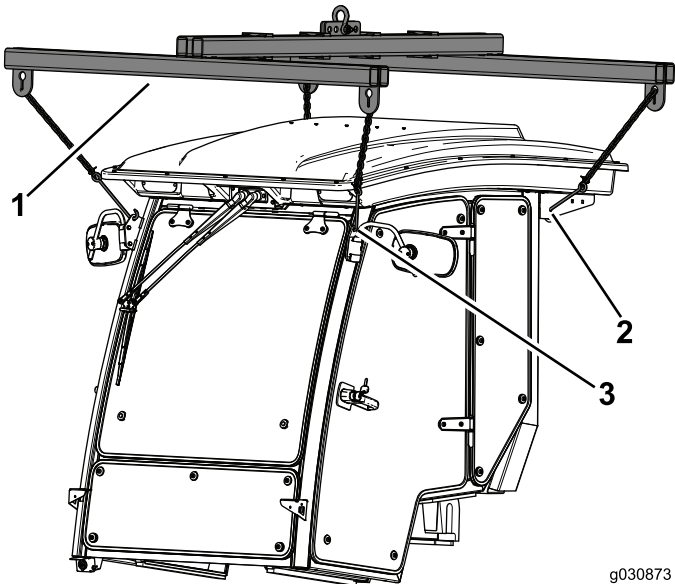

Figura 26
- Utilice los cuatro puntos de elevación para sujetar la cabina por encima de la máquina (Figura 26).